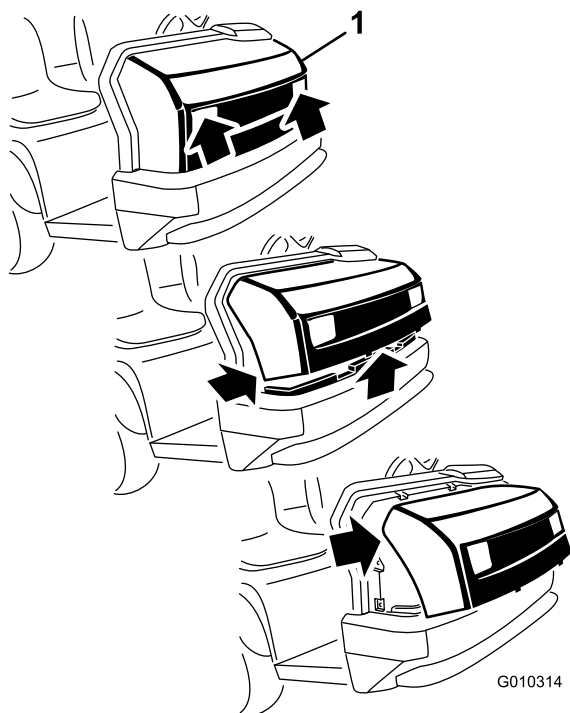

Figure 27
de fixation supérieures des fentes du cadre (Figure 27).
3. Faites pivoter le haut du capot en avant et débranchez les connecteurs des fils des phares (Figure 27).
2. Insérez les pattes de fixation supérieures dans les fentes du cadre (Figure 27).
3. Insérez les languettes de montage inférieures dans les fentes du cadre (Figure 27).
1. Tout en tenant le capot par les ouvertures des phares, soulevez-le pour dégager les pattes de fixation inférieures des fentes du cadre (Figure 27).